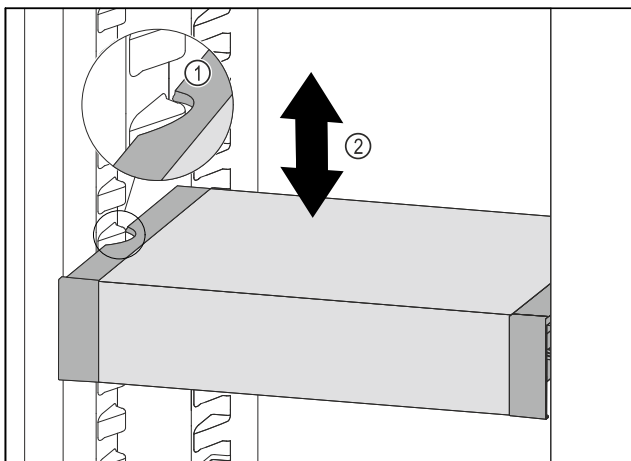

Fig. 171
- VarioSafe vucite prema naprijed sve dok se bočni otvori VarioSafe ladice ne nađu na visini žlijeba spremnika u hladnjaku. Fig. 171 (1)
- Pomičite ladicu VarioSafe u hladnjaku prema gore ili dolje sve dok ne dosegnete željenu visinu. Fig. 171 (2)